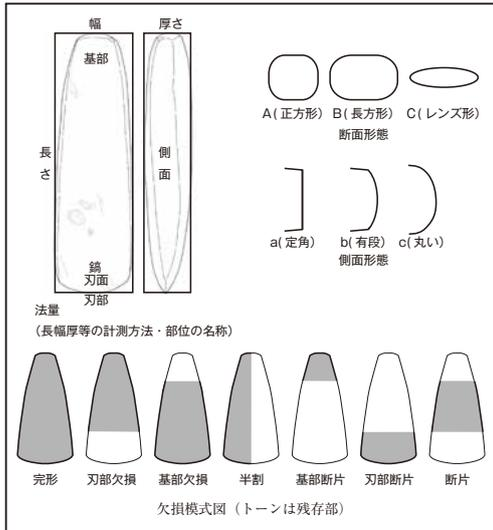

図3 磨製石斧の属性基準
**断面形態**（図3）：磨製石斧の器体中央もしくはそれに準ずる部分における断面形態を、A（正方形）、B（長方形）、C（レンズ形）に区分した。
**側面形態**（図3）：磨製石斧の器体中央もしくはそれに準ずる部分における側面形態を、a（定角）、b（有段）、c（丸い）に区分した。
**欠損**（図3欠損模式図）：完形、準完形（全体形状が理解できる程度の欠損）、刃部欠損、基部欠損、半割、基部断片、刃部断片、断片に区分した。